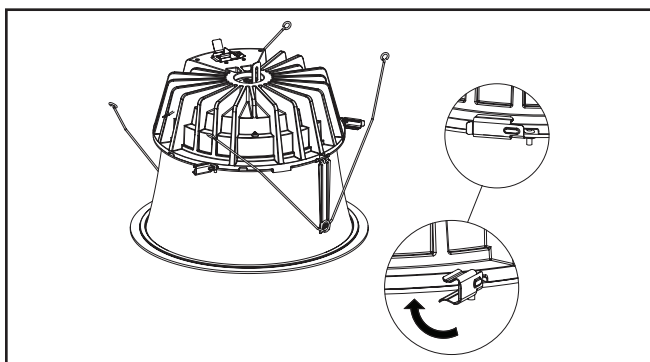

Figura 38.
5. Rote los ganchos laterales (3) en el lugar para fijar firmemente la moldura al motor LED (Figura 38).